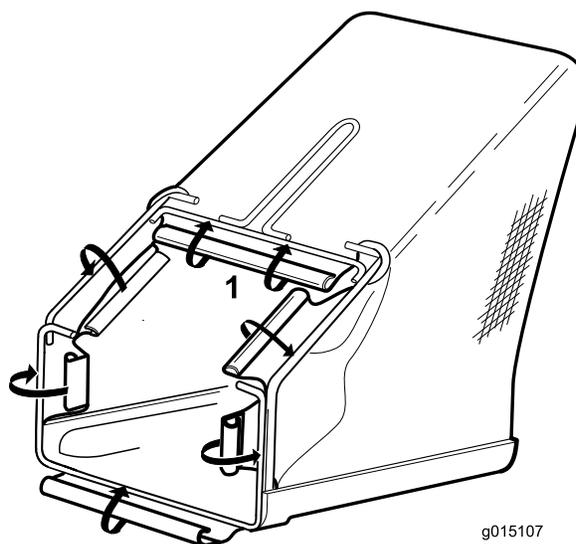

**Figure 3**
1. Glissez l'armature du bac dans le bac, en plaçant la poignée au-dessus de la toile (Figure 3).